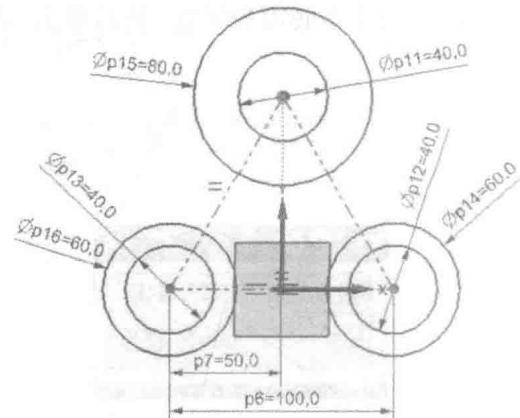

图 1-22
- 2) 单击顶点，然后输入直径数据 80，然后按“Enter”键，输入直径数据 60，按“Enter”键，然后分别单击底边两个端点，按“Enter”键，输入直径数据 40，按“Enter”键，分别单击三角形三个端点，如图 1-22 所示。
(8) 绘制圆弧